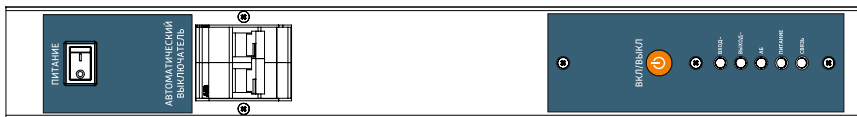

Рис.5. Внешний вид передней панели.
7.3 Расположение органов управления на передней панели представлено на рисунке Рис.5. Обозначения (слева-направо):